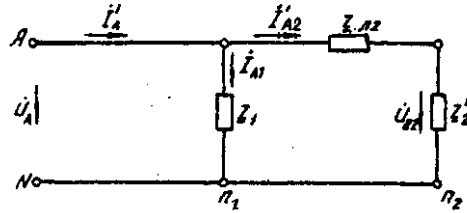

Рис. 4.3. Расчетная схема токов в фазе А
Для симметричных приемников, соединенных в звезду, потенциалы нулевых точек должны быть одинаковыми. В связи с этим дальнейший расчет выполним для одной фазы (фазы А) (рис. 4.3).
5. Определяем фазные (линейные) токи источника энергии при отключенной батарее конденсаторов (см. рис. 4.3), А: